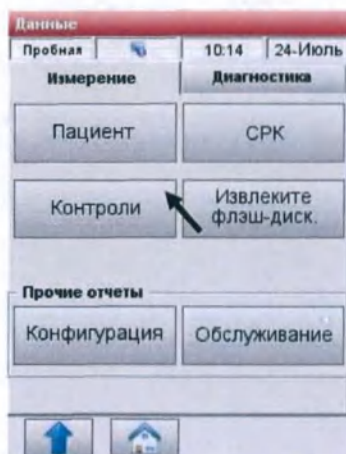

Рис.6-10 Выбор контролей
2. На вкладке <Измерение> выберите <Контроли> (Рис.6-10).